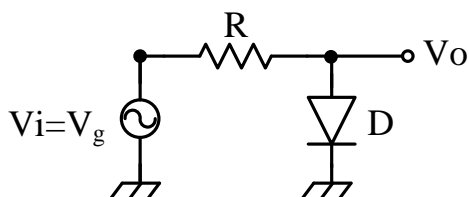
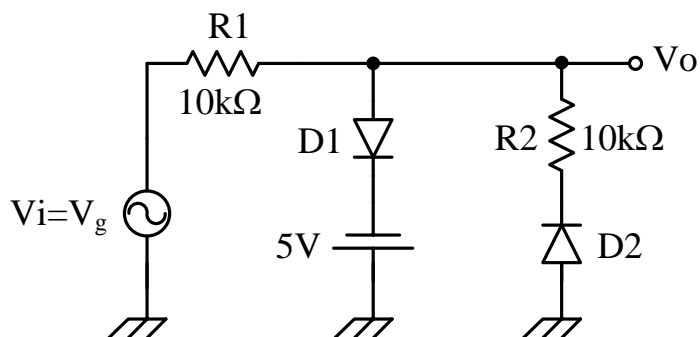

Figura 1. Recortador Simple.
Figura 2. Recortador.
1.1.1) Para el circuito de la Figura 1, $R=10k\Omega$, determine la característica de transferencia indicando todos los puntos de interés.
1.1.2) Invierta la dirección del diodo del circuito de la Figura 1 y repita el punto 1.1.1.
1.1.3) En el circuito de la Figura 2, determine la característica de transferencia indicando todos los puntos de interés.
1.1.4) Invierta la dirección de ambos diodos del circuito de la Figura 2 y repita el punto 1.1.3.
Para los circuitos recortadores de la Figura 1 y 2, colocar en el generador de señales (Vg), una onda senoidal con amplitud 10Vpico, promedio nulo (nivel Offset nulo) y frecuencia 500Hz.
Para el circuito de la Figura 1:
Para el circuito de la Figura 2:
teóricamente. Que puede indicar sobre la característica de transferencia y la salida V_o acerca de las variaciones en el Offset del generador de onda para las Figura 1 y 2, la variación de la fuente de 5V en la Figura 2 e igualmente diga su análisis sobre lo realizado en el punto 2.1.8. Recuerde analizar igualmente cuando realizó la inversión en la dirección de los diodos.